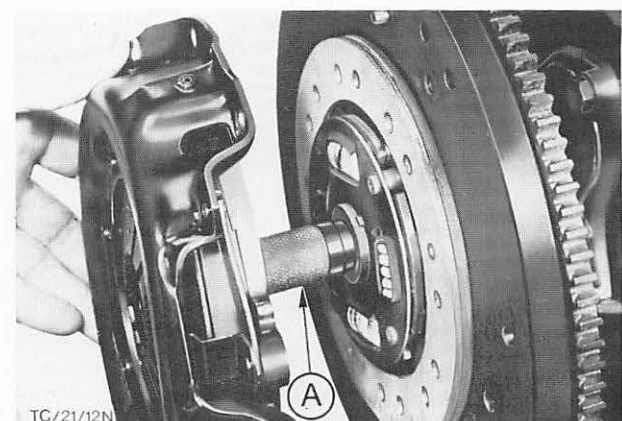

Abb. 109 Kupplungs-Reibscheibe mit Spezialwerkzeug 21-044 zentrieren
40. Kupplungs-Reibscheibe mit Spezialwerkzeug 21-044 zentrieren, Abb. 109, Druckplatte auf die Paßstifte aufsetzen und mit vorgeschriebenem Drehmoment festziehen.